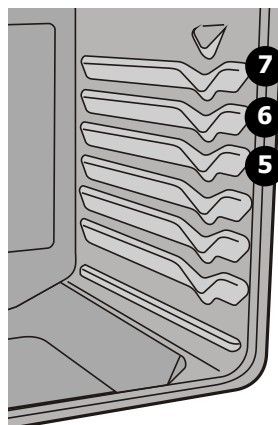

Fig. 1
1. Placez la grille dans le four lorsque ce dernier est froid. (fig.1 et 4). Pour des résultats de brunissement optimaux, préchauffez le four pendant 5 minutes avant d'ajouter de la nourriture.